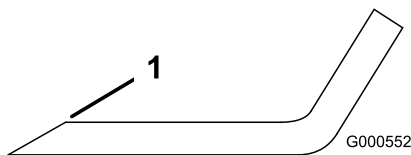

Figure 54
1. Au moyen d'une lime, aiguiser les tranchants aux deux extrémités de la lame (Figure 54).
Remarque: Si la lame est déséquilibrée, limez un peu l'extrémité de l'ailette seulement (Figure 54).